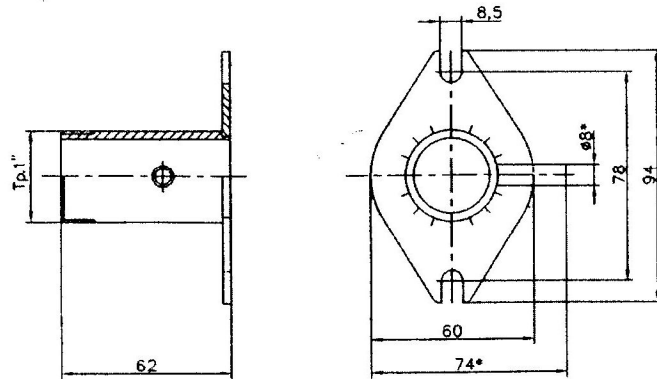

Рис.4 Фланец монтажный
2.1.1.2 Механическое крепление фотодатчика на объекте возможно на любой плоскости монтажным фланцем с обдувом воздухом Рис.4, с помощью винтов и гаек М5 или иным способом, используя установочный размер $\varnothing 25$ бленды.